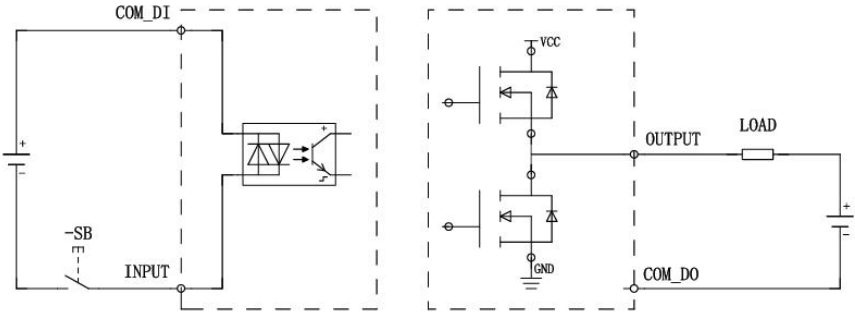

图 7-4 NPN 源型输入/输出接线示意
- NPN 漏型 当控制器的输入输出接口使用 NPN 晶体管时，“逻辑高”指输出为“导通”状态，电压接近地线电压（如 0V），“逻辑低”指输出为“关断”状态，电压无输出。COM_DI 公共输入端与 COM_DO 公共输出端，具体接法如图 7-4 所示：